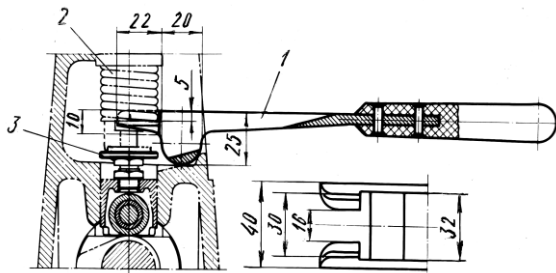
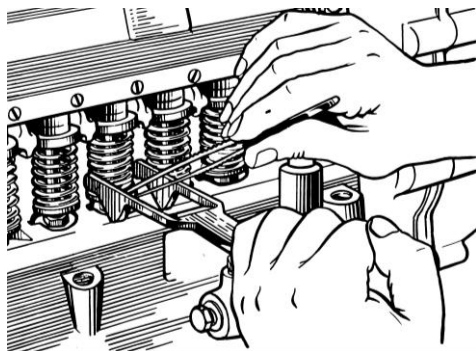

Рис. 91. Рычаг для снятия тарелки толкателя:
Рис. 92. Снятие тарелки толкателя
2. При помощи, специального рычага (рис. 91) сжать пружину толкателя и извлечь нижнюю тарелку толкателя (рис. 92).